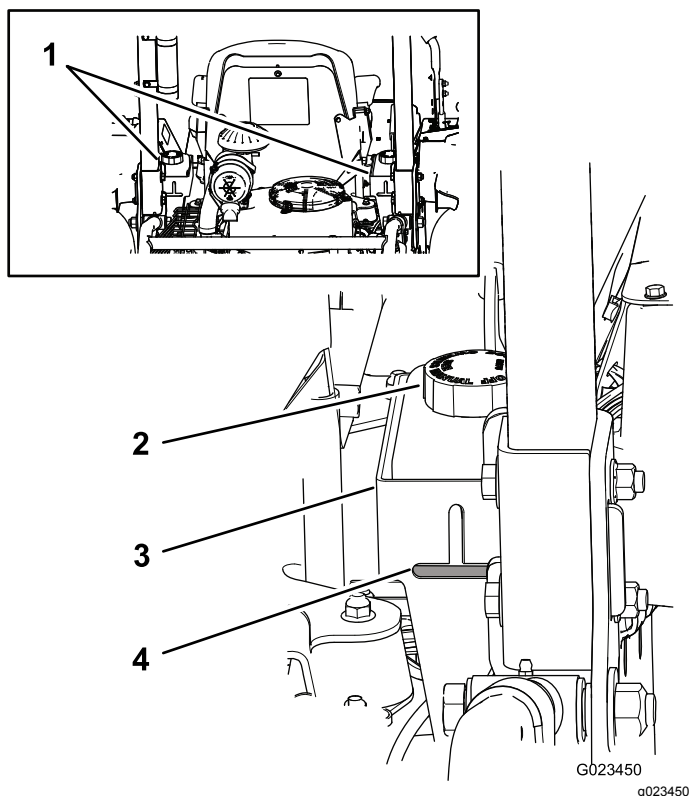

図 17
油圧オイルタンクに高品質の油圧オイルを満たした状態で出荷しています。油圧オイルの点検は、オイルが冷えている状態で行うのがベストです。マシンは移動走行モードになっていることが必要です。オイルの高さが、油圧オイルタンク後部にあるのぞき窓 図 17 の水平部分よりも低い場合には、水平部分の高さまでオイルを補給してください。入れすぎないようにしてください。オイルの高さがのぞき窓の水平部分の最上部までである場合には、補給は不要です。推奨オイルの銘柄を以下に示します
注 図 17 に示すように、それぞれの口の根元までオイルがあればよい。
- A. 異物をタンクに入れられないよう、各油圧オイルタンクのキャップ取り付け部周辺をウェスできれいに拭く 図 17。